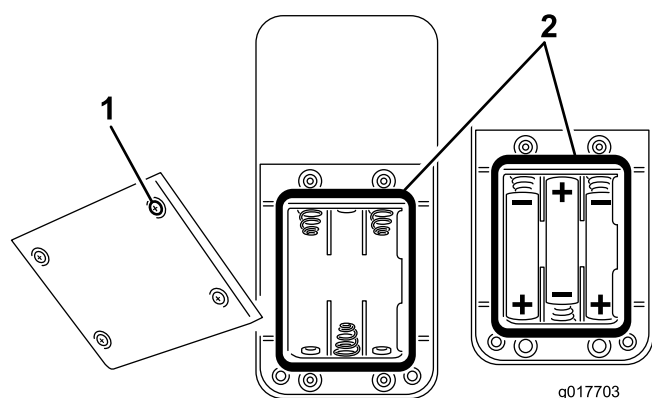

Figure 14
2. Si le compartiment est vide, utilisez trois piles AAA neuves. Prenez soin de placer les piles dans le sens indiqué à la Figure 14.
3. Si vous remplacez des piles à plat, retirez les anciennes piles et remplacez-les par trois piles AAA neuves. Prenez soin de placer les piles dans le sens indiqué à la Figure 14.